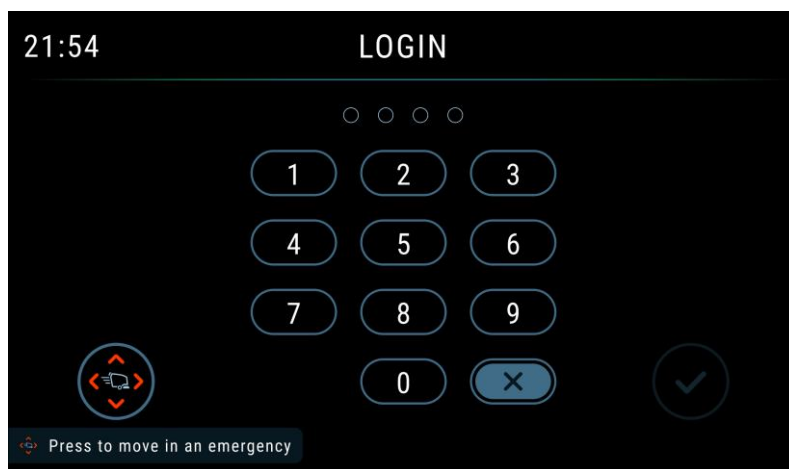

Figura 1
2. Después de reiniciar la máquina, la máquina entrará en la interfaz de inicio de sesión de contraseña que se muestra en la Figura 1, a continuación introduzca su contraseña para iniciar la máquina.